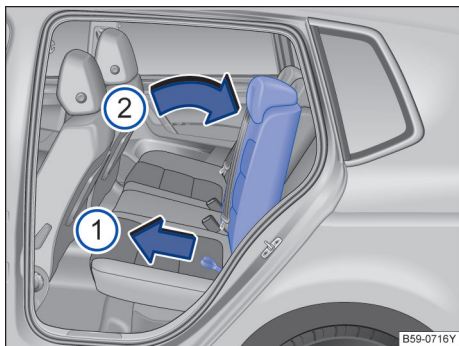

图 76 调节后排座椅靠背
- 用一只手扶住右侧或左侧后排座椅靠背，同时用另一只手拉起相应的拉环→图 76 ①。
- 克服弹簧力用手将后排座椅靠背移到所需位置 ②。